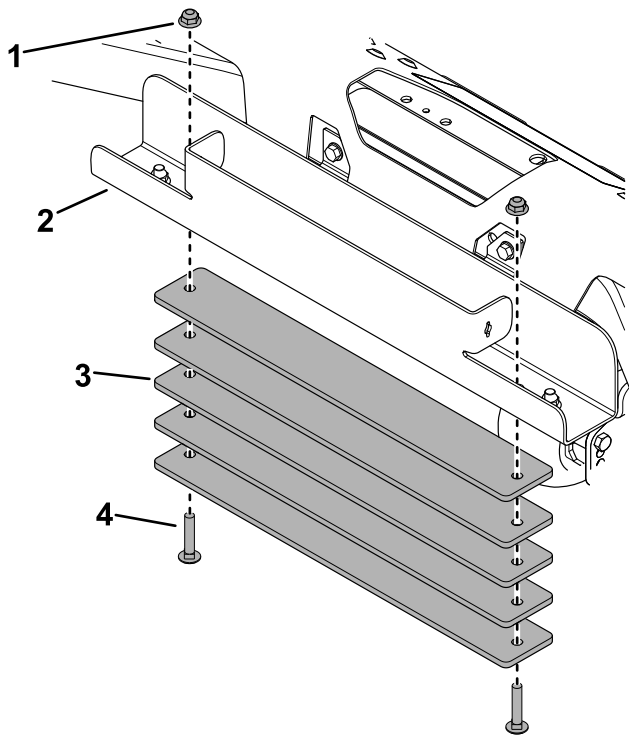

Figura 2
2. Instale los 5 pesos debajo de la bandeja de pesos (Figura 2).